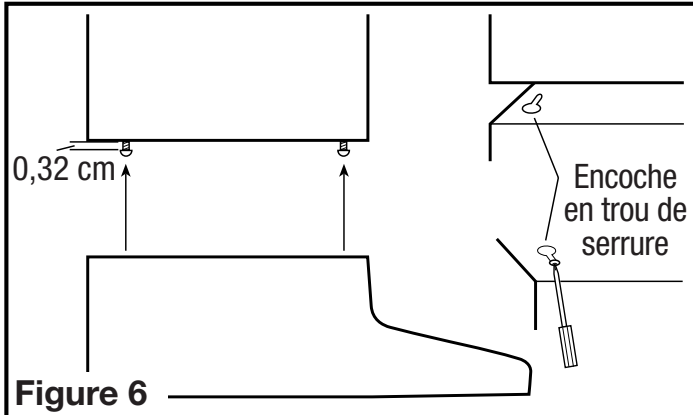

Figure 6
1. Vissez les 4 vis de montage aux endroits préalablement marqués. Laissez un jeu d'environ 0,32 cm. Faites glisser les vis dans les encoches en trou de serrure de la hotte, en prenant soin d'aligner la partie avant de la hotte avec le rebord des armoires. Ensuite, serrez fermement toutes les vis (**Figure 6**).